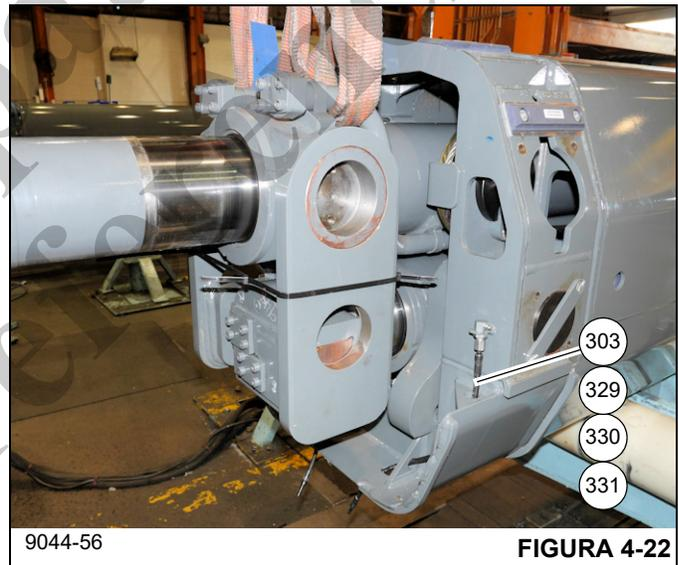

FIGURA 4-22
31. Remova a mangueira de graxa (303) e as conexões (329, 330, 331) da parte traseira do telescópio 2 (301) (lados esquerdo e direito) (consulte a Figura 4-22).